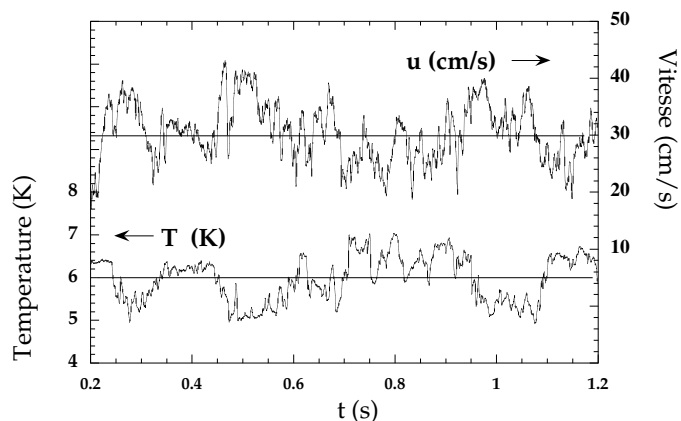

FIG. 5 – Exemple de signaux simultanés de température et de vitesse.
8. La figure 5 représente une portion de signaux de température et de vitesse. Estimer le taux de fluctuation du signal de vitesse, et indiquer le signe du flux de chaleur  $\phi$ .